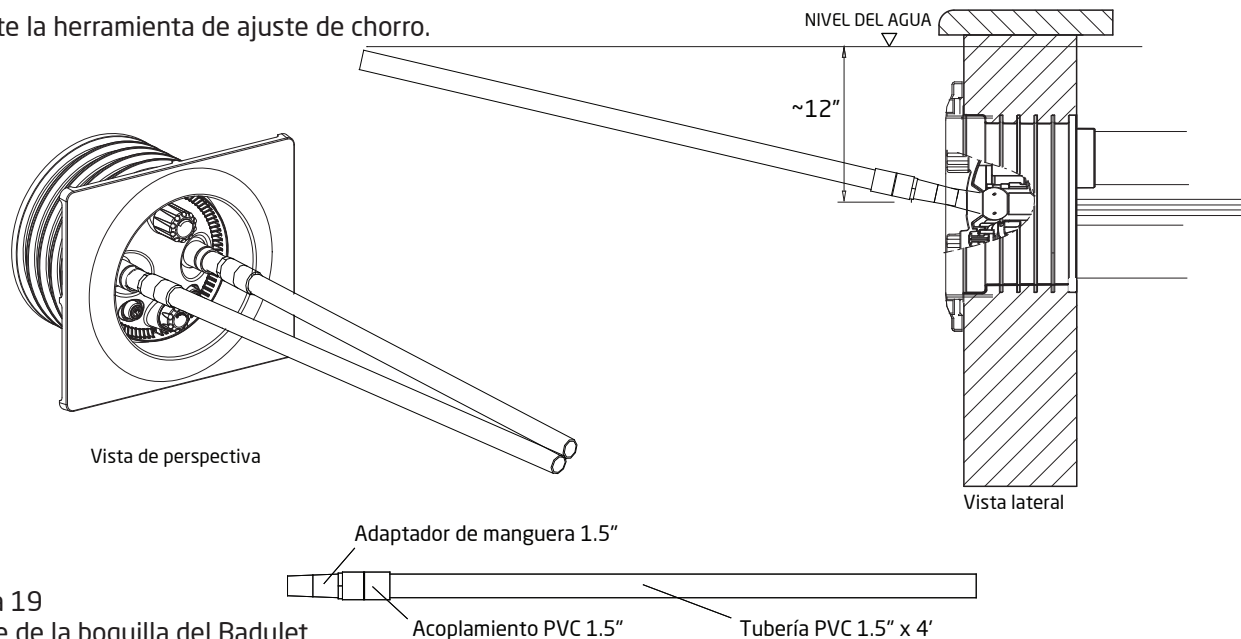

Figura 19
4. Coloque los extremos de las herramientas de ajuste juntos para que se toquen entre las carcasas de chorro. Luego coloque las herramientas juntas para que los extremos toquen la superficie del agua (Ver Figura 19).